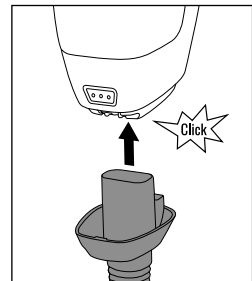

Bild 8
- ◆ Stick försiktigt in sugslangens adapter **24** i motorenheten **8** så att den klickar fast (se bild 8).